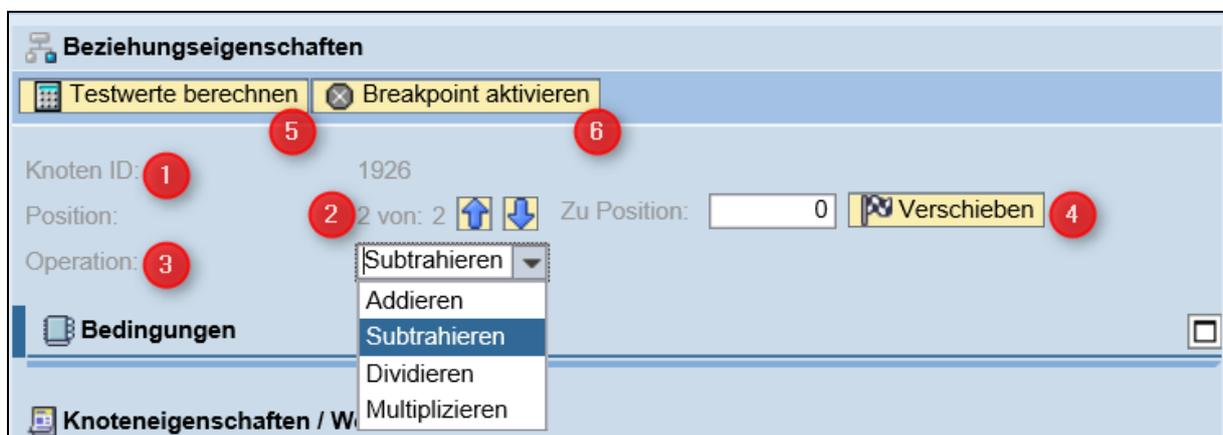

Abbildung 13: Screenshot - Pflege der Knotenbeziehungen
Im Bereich der Beziehungseigenschaften werden die Beziehungen des ausgewählten Knoten zum übergeordneten Knoten gepflegt. Im Kontext der Abbildung 10 wird also die Beziehung zwischen den Knoten „Ergebnis“ und „Aufwände“ bearbeitet. Die Eigenschaften sind nochmals in Abbildung 13 dargestellt. (Die nachfolgend in Klammern geschriebenen Nummern beziehen sich auf die Nummern in Abbildung 13)
Über den Button „Testwerte berechnen“ (Siehe Abbildung 13, Nummer (5)) wird die Testberechnung gestartet. Die Testwerteberechnung wird dann „ab dem ausgewählten Knoten“ gestartet.